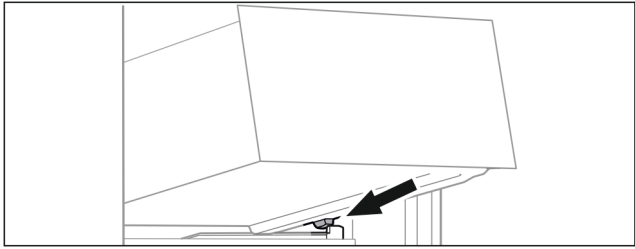

Fig. 82
- Applicare il cassetto inclinandolo dietro i fermi sulla nervatura del contenitore. (vedere Fig. 82)